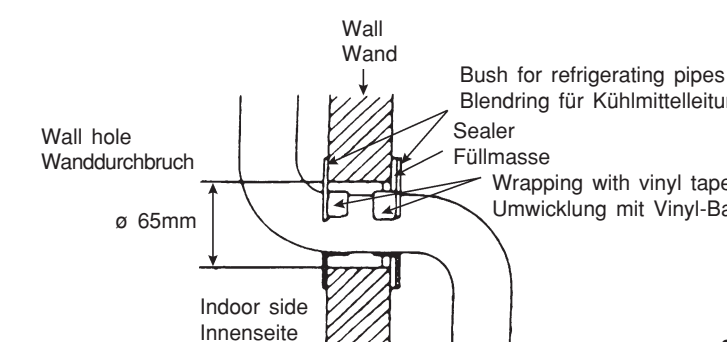

Fig. 7-1 Abb. 7-1
- Arrange the penetrating part of the wall presentably with the bush for refrigerating pipes and sealer which is belonging to the pipe set as shown in Figs. 7-1, 7-2 and 7-3.
- Der Wanddurchbruch ist mit den mitgelieferten Material-Blending für Kühlmittelleitungen und Füllmasse abzuschließen. Siehe Abb. 7-1, 7-2 und 7-3.